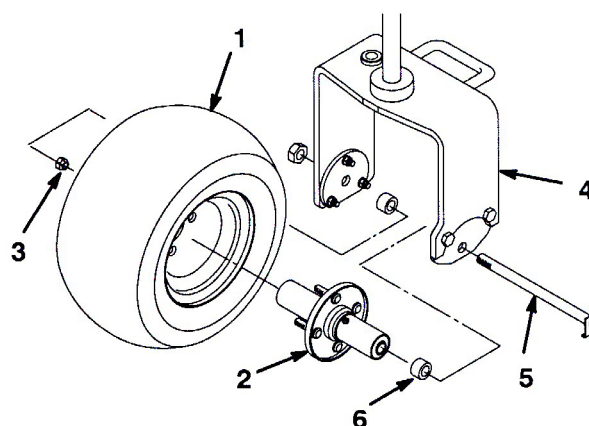

図 2
1. 取り付けナット 4 本を使用して、後ホイール・リムにホイール・ハブを取り付ける（図 2）。ナットを70-90 ft.-lb. (9.6~12.0 kg.m) にトルク締めする。
2. 後キャスタ・フォークの車輪取り付け穴についているボルトとロックナットを外す（図 2）。
5. ホイール・ボルトの頭のL 字状の部分を、アダプタ・プレート（図 2）の底部に引っ掛ける（図 2）。ロックナットを取り付けて締め付け、車輪をキャスタ・フォークに固定する。車輪が自由に回ることが必要なので、ロックナットを締め付けすぎないように注意すること。